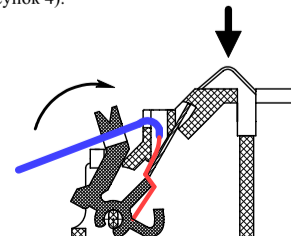

Рисунок 4
- ввести в канал провод и зафиксировать его, поджав кнопку-зажим до упора (рисунок 4);
- проверить надежность соединения, для чего необходимо надавить на изгиб контакта, имитируя нажим известателем (рисунок 4), и потянуть провод на себя;
- завести провод в паз, расположенный на кнопке-зажиме (рисунок 4).